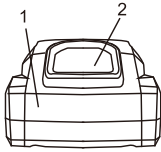
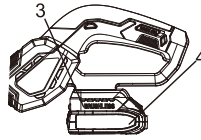

Fig. 3
Fig. 4
- Retirez la batterie déchargée (1) de l'outil en appuyant vers le bas sur le bouton d'éjection de la batterie (2) situé à l'arrière de la batterie (Fig. 3) et en tirant la batterie hors de la poignée (3) de l'outil (Fig. 4).